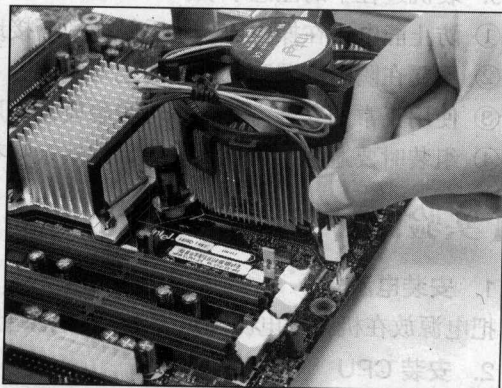

图 1-6 安装散热器电源线
⑥ 将散热器的电源插头插到主板上的标有“CPU Fan”的插座上，如图 1-6 所示。